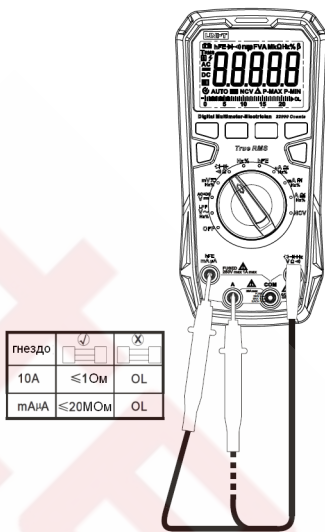

Рисунок 18
- Функция измерения сопротивления может применяться для проверки встроенных предохранителей на 1 А и 10 А. Порядок действий (рисунок 18): вставьте красный измерительный провод в гнездо $\leftarrow \text{1 Hz}$ или $\leftarrow \text{1 Hz}$ \rightarrow Вставьте красный щуп в гнездо $\rightarrow \Omega \leftarrow$ или $\rightarrow \Omega \leftarrow$ °C.